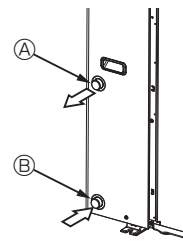

Fig. 4-1
### 4.1. Priključak za vodovodne cijevi (Fig. 4-1)
- Položaj dovodnih i odvodnih cijevi prikazan je na Fig. 4-1.
[Fig. 4-1]